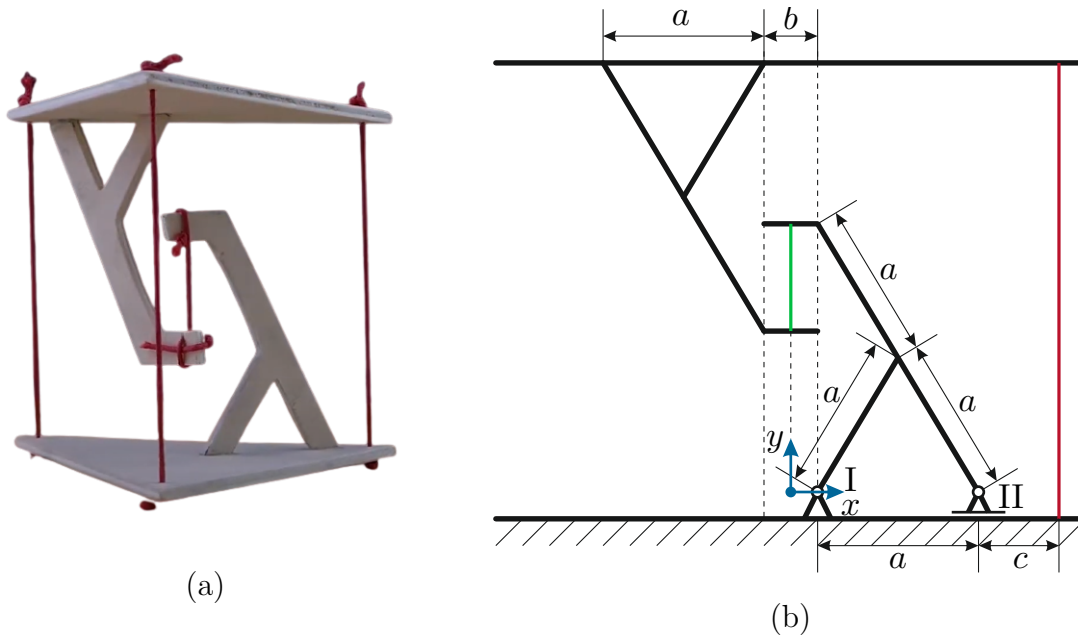

Abbildung 1: Unmögliche Tischdekoration: Foto (a) und schematische Skizze (b).
1. Betrachtet wird eine unmögliche Tischdekoration, wie sie in Abbildung 1 dargestellt ist. Für diese Aufgabe sei die Struktur als 2-dimensionale Konstruktion mit homogener Dichte ρ und gleichen Querschnittsflächen A der Stäbe der λ -förmigen Struktur angenommen. Die obere λ -förmige Struktur sei mit der Deckenplatte fest verbunden. Die untere λ -förmige Struktur liegt auf der Bodenplatte lediglich auf. Oberer und unterer Teil der Konstruktion sind mit Seilen verbunden. 10,5 P. |
- b) Schneiden Sie die untere der beiden λ -förmigen Strukturen frei und berechnen Sie die Lagerkräfte in Abhängigkeit einer allgemeinen Seilkraft $f_{S,M}$, des grünen Seiles aus Abbildung 1(b). 2 P. |